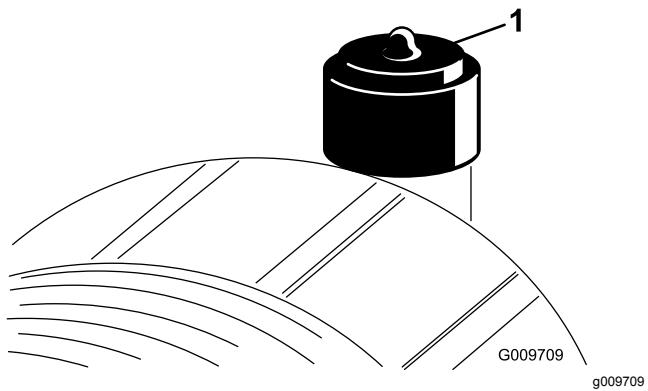

Figura 27
Faça a manutenção ao filtro de ar apenas quando o indicador de serviço (Figura 27) o exigir. Mudar o filtro de ar antes de ser necessário apenas aumenta a possibilidade de entrar sujidade no motor quando se retira o filtro.
6. Reinicie o indicador (Figura 27) se este se apresentar vermelho.